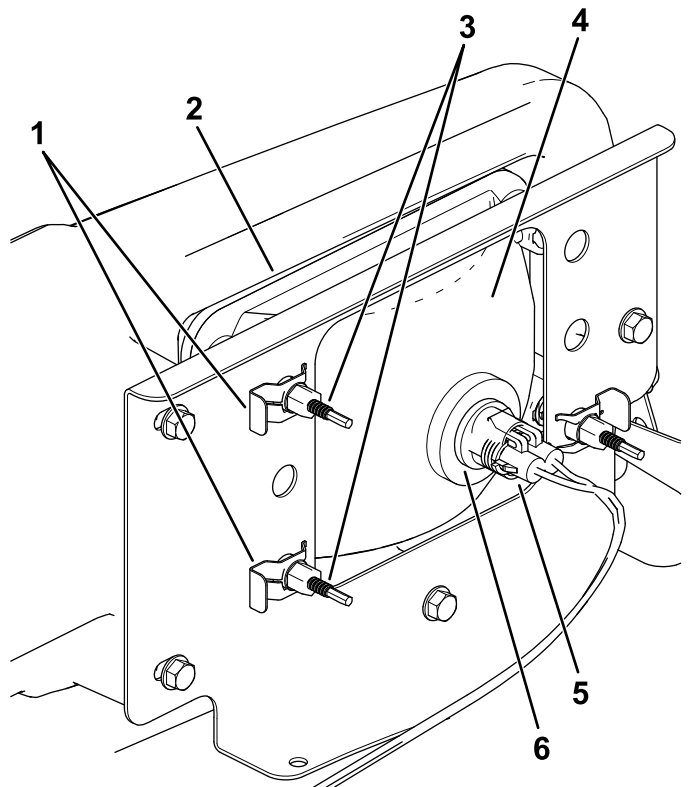

Figure 41
3. Débranchez le connecteur électrique sur le faisceau du connecteur du phare (Figure 41).
4. Retirez les clips rapides qui fixent le phare sur son support (Figure 41).
5. Déposez le phare en le poussant vers l'avant et hors de l'ouverture dans le pare-chocs avant (Figure 41).
6. Insérez le phare de rechange dans l'ouverture du pare-chocs (Figure 41).
8. Branchez le connecteur électrique du faisceau sur le connecteur du phare (Figure 41).
5. Au dos du phare, tournez les vis de réglage (Figure 41) afin de faire pivoter le phare et d'aligner la position du faisceau projeté.